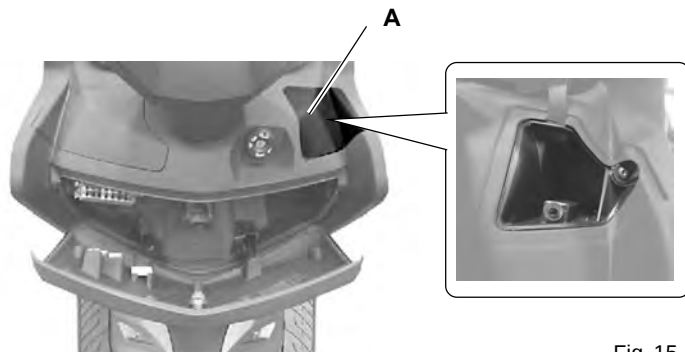

Fig. 15
- Un autre petit coffre porte-objets (A - Fig. 15) a été prévu sur le côté droit du tablier avant.